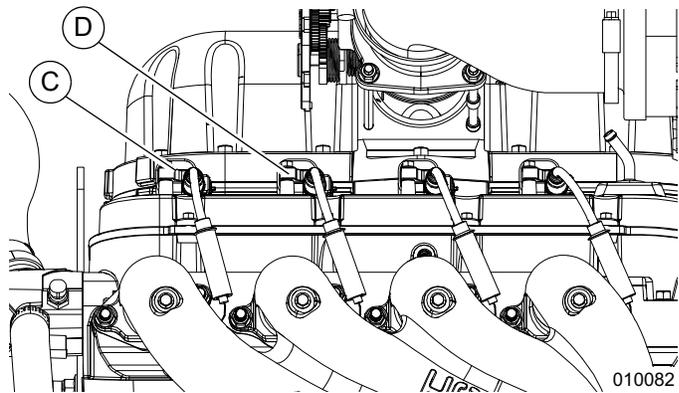

Figure 5-16. Retrait du cache des bougies d'allumage
2. Voir la Figure 5-16. Débranchez les câbles des bougies d'allumage (C) de leurs bornes (D).